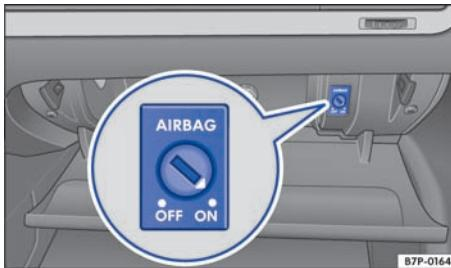

图 81 在副驾驶员侧储物箱中: 用于关闭和接通副驾驶员前方安全气囊的钥匙开关
- 用应急钥匙将储物箱中的钥匙开关 ⇒ 图 81 转到 OFF (关闭) 位置。
- 用应急钥匙将储物箱中的钥匙开关 ⇒ 图 81 转到位置 ON。